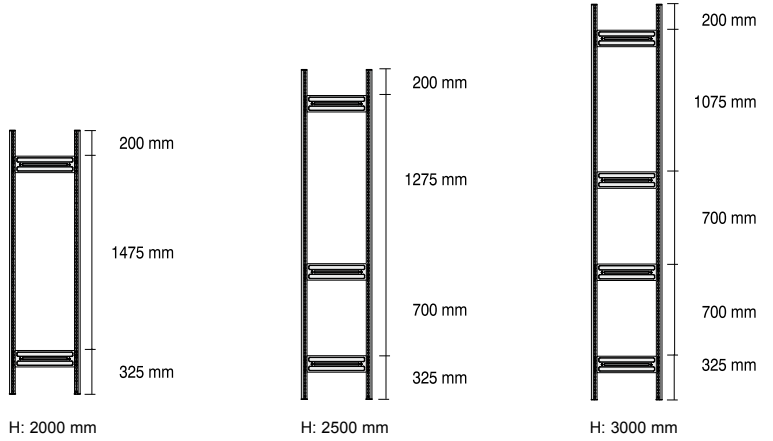

Fig. 2
(P) Colocar dois perfis de apoio na distância entre as peças de junção de apoio (fig. 1). Montar as peças de junção de apoio em conformidade com a fig. 2 (as setas apontam no sentido do chão) e cravá-las nos perfis de apoio com um martelo de borracha ou algo semelhante.
Atenção! A peça de fixação das peças de junção de apoio (fig. 2 a) tem de engatar nos dois lados dos perfis de apoio (fig. 3 a).